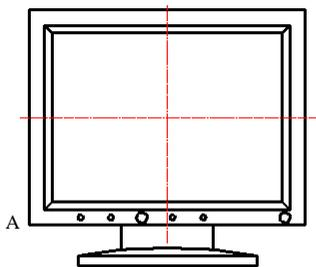
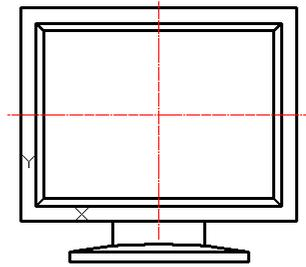

图 17.5.17 绘制圆
图 17.5.18 定义此用户坐标系
Step12. 绘制图 17.5.17 所示的圆。
(1) 定义用户坐标系 (UCS)。在命令行中输入命令 UCS 后按 Enter 键, 输入字母 N 后按 Enter 键, 捕捉图 17.5.17 所示的交点 A 并单击, 此时用户坐标系便移至指定位置, 如图 17.5.18 所示。
(2) 选择 **绘图** \rightarrow **圆** \rightarrow **圆心、直径** 命令, 输入圆心点坐标值 (100,15) 后按 Enter 键, 输入直径值 10 后按 Enter 键。